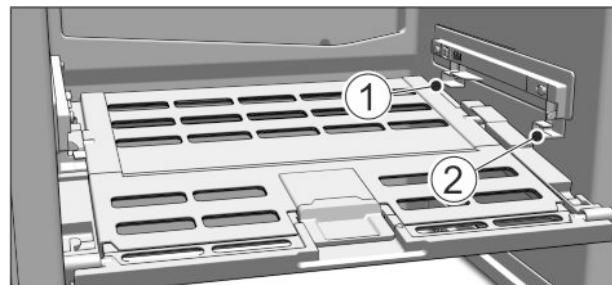

Fig. 74
► Nasazení víka příhrádky na ovoce a zeleninu: Výstupky víka zavedte zdola do zadních držáků Fig. 74 (1) a vpředu zaklesněte do držáku Fig. 74 (2).